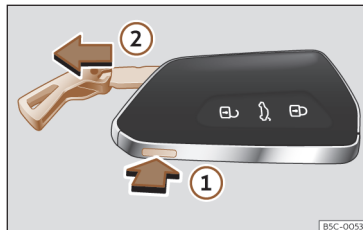

Fig. 73 Chave do veículo: retirar o palhetão.
- Pressione o botão >>> **Fig. 73** ① para fazer sair a argola em forma de porta-chaves e poder retirar o palhetão ②. Se pressionar levemente a argola, esta ficará fixa em forma de porta-chaves.
- Pressione o botão >>> Fig. 73 ① para desbloquear. Mantenha o botão pressionado ① e, simultaneamente, puxe a argola na direção da seta >>> Fig. 73 ② para retirar totalmente o palheteo.